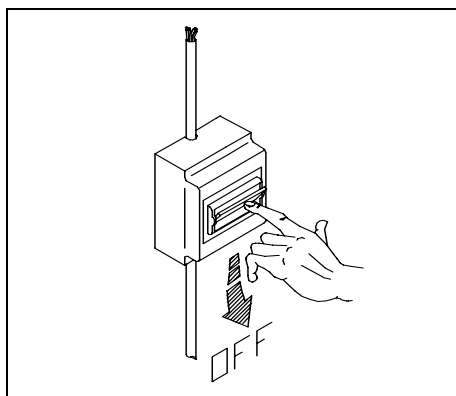

Fig. 5-1
N.B.: Prima di qualsiasi intervento tecnico, scollegare l'apparecchio dalla rete elettrica. (fig. 5-1)
N.B.: Before any technical service, disconnect the machine from the mains. (fig. 5-1)
N.B.: Vor jedem kundendienst die machine vom stromnetz ausschalten. (fig. 5-1)
N.B.: Avant de toute intervention, débrancher l'appareil de l'électricité. (fig. 5-1)
N.B.: Desconecte siempre el aparato de la red antes de cualquier operación de arreglo. (fig. 5-1)
N.B.: Antes de qualquer intervenção tecnico, desligar a máquina da rede eléctrica. (fig. 5-1)
N.B.: Alvorens technische ingrepen aan het apparaat uit te voeren moet het apparaat van het elektriciteitsnetafgekoppeld worden. (Afb. 5-1)